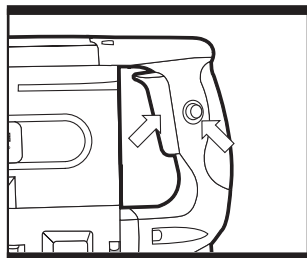

Fig. 4
5. UTILISER L'INTERRUPTEUR ON/OFF (Fig. 4)
Toujours tenir le marteau démolisseur à deux mains. Presser l'interrupteur on/off (6) puis bloquer l'interrupteur en pressant sur le bouton de blocage (7) (Fig. 4). Pour éteindre le marteau presser et relâcher l'interrupteur.